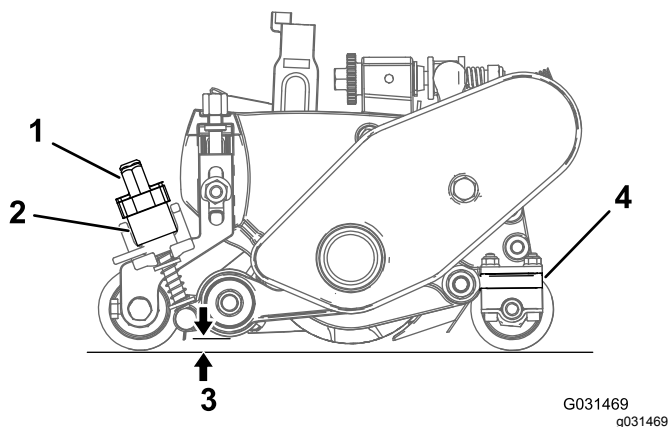

Рисунок 24
- A. Поверните рычаги быстрого подъема (Рисунок 24) в РАБОЧЕЕ положение (рукоятка направлена в сторону передней части режущего блока).
В. С одной стороны барабана механической щетки измерьте расстояние от самого нижнего конца лопасти щетки до рабочей поверхности (Рисунок 24). Поднимайте или опускайте кромку лопасти механической щетки на требуемую высоту, поворачивая ручку регулировки высоты (Рисунок 24).